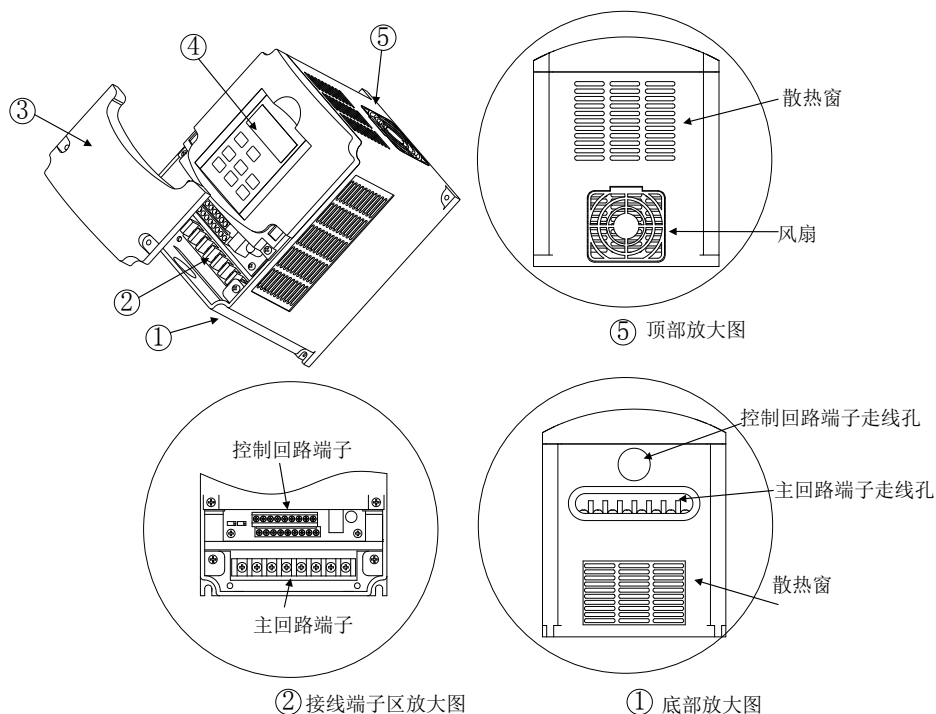

图 1-4-1 外部结构特征
VIT100 系列变频器外部结构特征如图 1-4-1 所示。①：变频器底视图。②：接线端子区。③：盖板。④：操作面板。⑤：变频器顶视图。